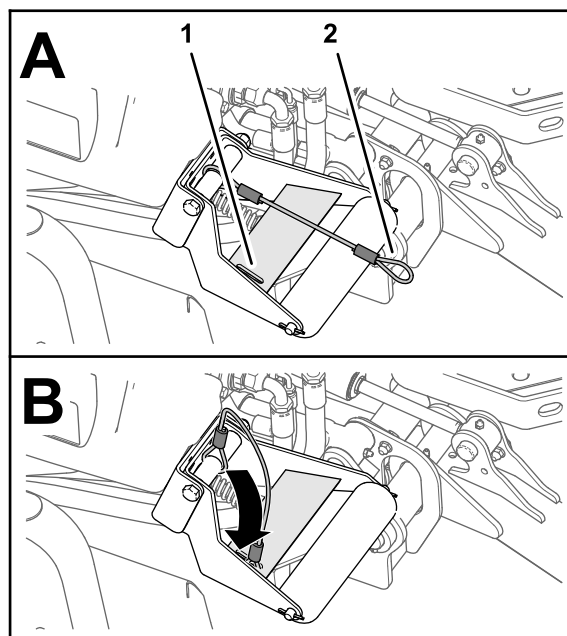

Bild 67
- Schieben Sie die Schleife der Verbindungsleine bei abgesenkten Mähwerken in den Schlitz in der Verstärkungsplatte der Rollenstütze (Bild 67).